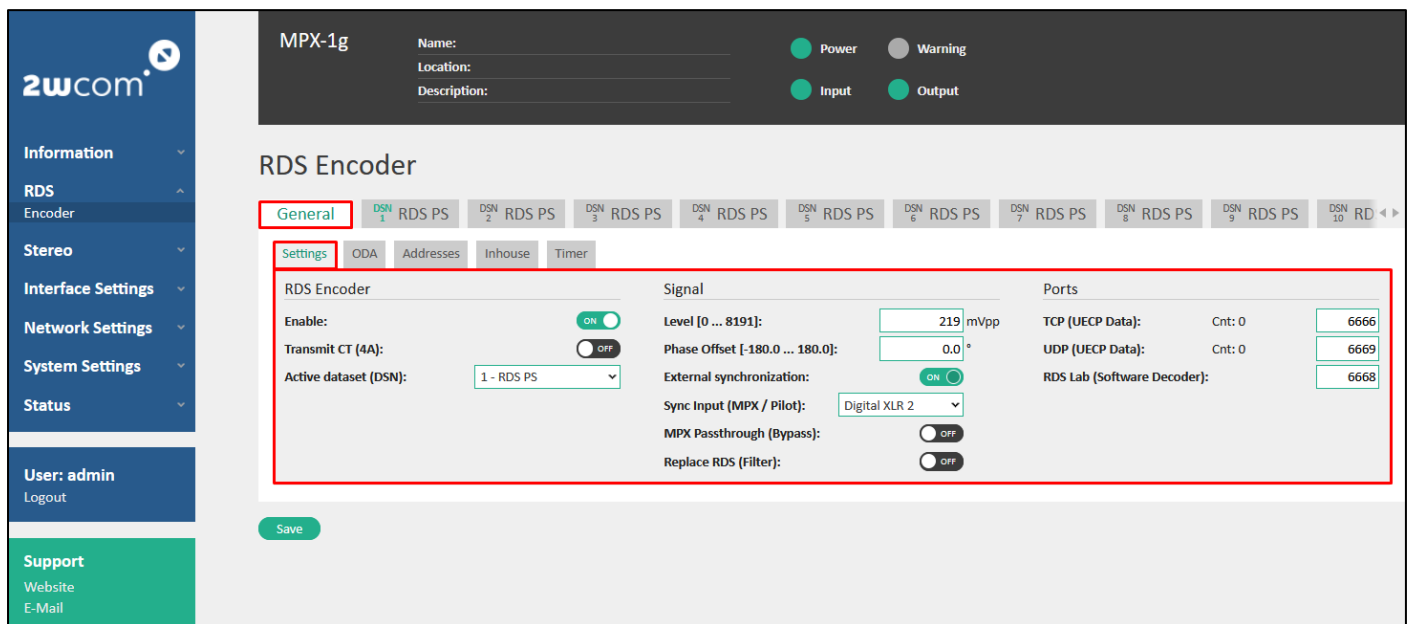

Abbildung 17: Allgemeine Einstellungen für den RDS-Encoder
1. Wählen Sie im Block „General“ den Reiter „Settings“ (s. Abbildung 17).
Im erweiterten Menü sind folgende Einstellungen verfügbar (s. Abbildung 17):